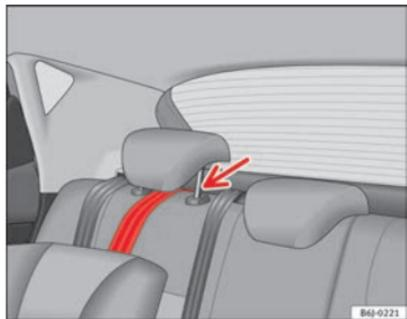

Fig. 36 Correa de sujeción: correcto ajuste y montaje
- Dirigir la correa de sujeción del Top Tether por debajo del apoyacabezas de la plaza posterior → fig. 36 (levantar el apoyacabezas si es necesario).